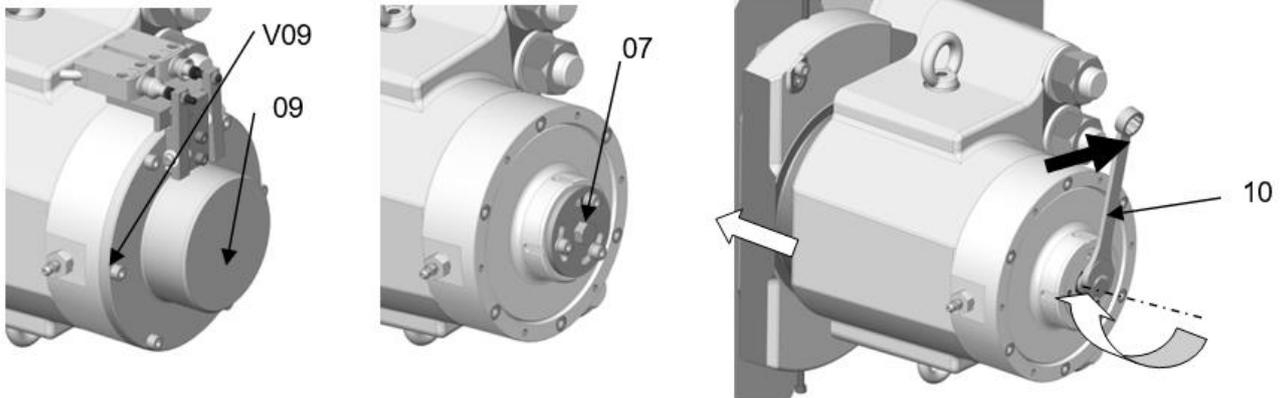

Bild 5.2
3. Die Abdeckung **09** durch Entfernen ihrer 6 Schrauben **V09** mit einem Innensechskantschlüssel abmontieren Bild 5.2.
4. Die Sicherungsscheibe **07** Bild 5.2 nach den lösen der Innensechskantschrauben abnehmen.